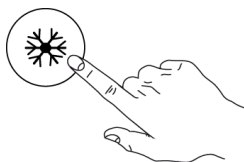

Fig.21
- 4- Appuyer le bouton "F" rinçage final court à froid avant ou après le cycle de lavage. (Fig.21)